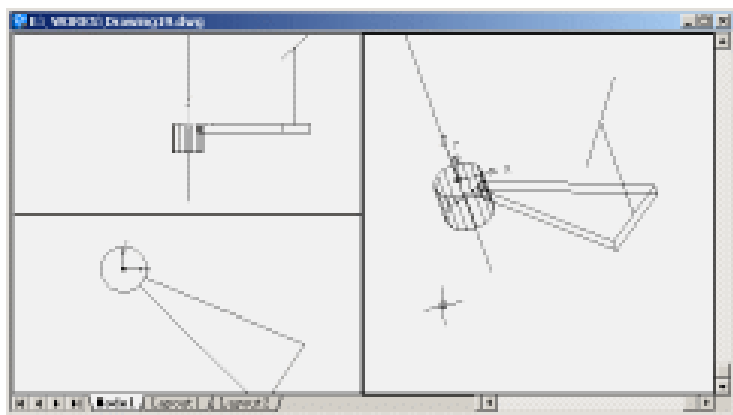

图 19.17 绘制完成楼梯扶手
用 LINE 命令将刚才绘制的两条辅助线的两个端点连接起来,并用 ERASE 命令删除原先复制的直线和两条辅助线,楼梯扶手绘制完成,如图 19.17 所示。
(14) 用 ERASE 命令删去中心线。使用【View】|【3D Orbit】命令和 ZOOM 命令，调整视图大小。用 HIDE 命令消除隐藏线，即可得到最后的效果（见图 19.17）。